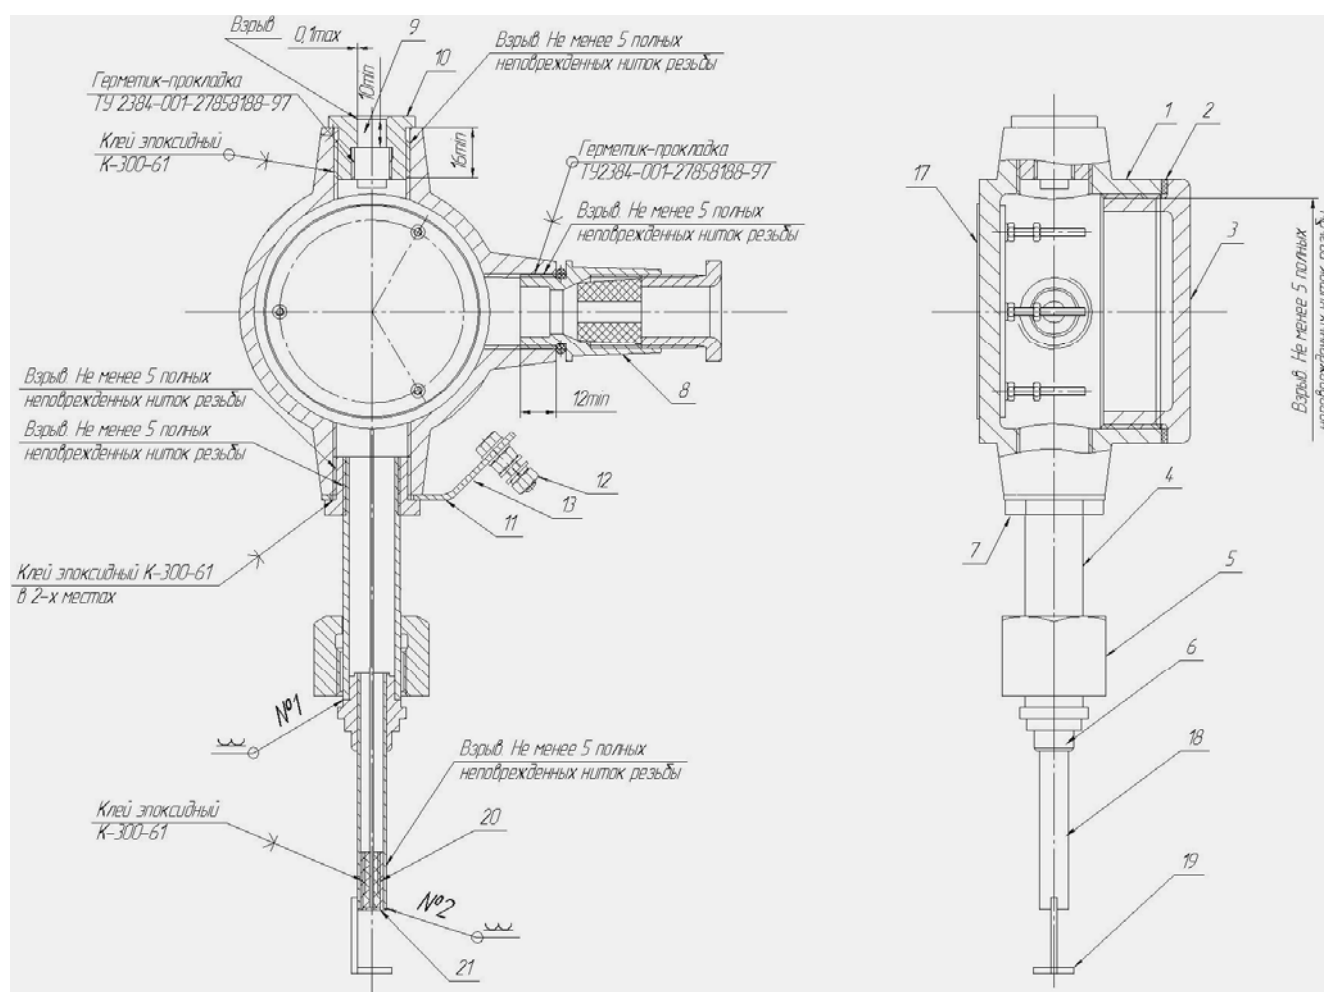
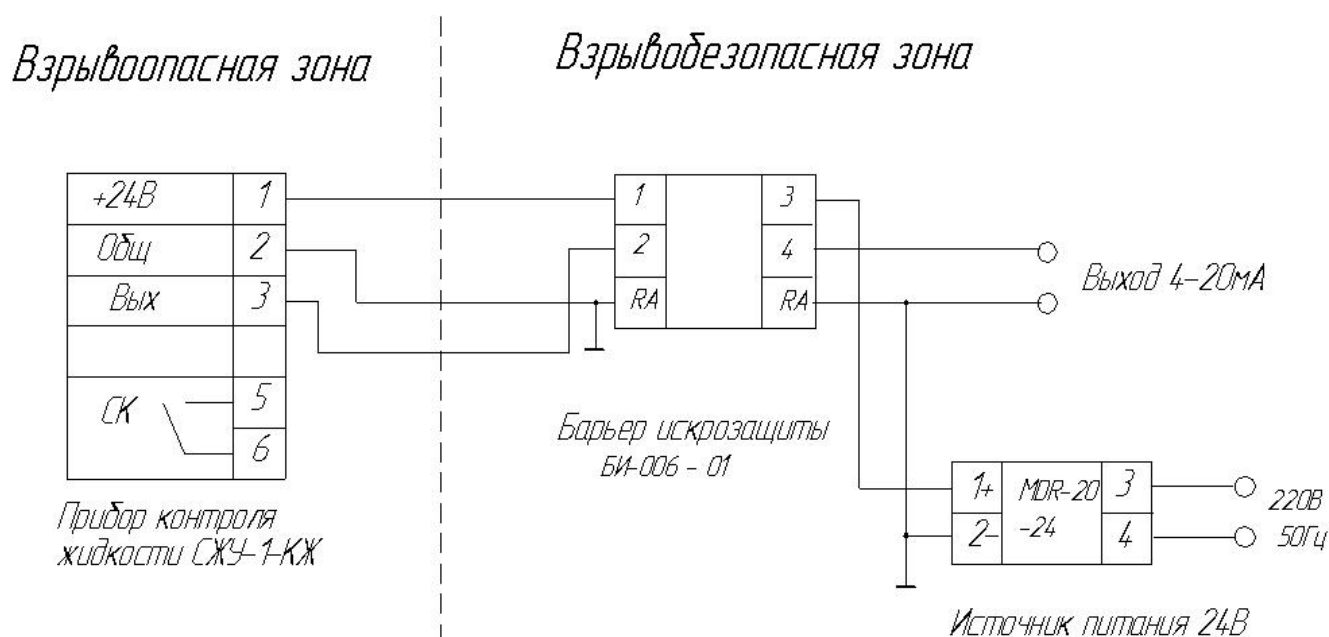

Рис.2. Средства взрывозащиты прибора СЖУ-1-КЖ
Рис.4 Схема подключения прибора
Перед монтажом проверить прибор, чтобы на поверхностях, обозначенных словом «Взрыв» (рис. 2), отсутствовали раковины, забоины, трещины и механические повреждения.
К внешней линии прибор присоединяется с помощью штуцера поз. 12, с сальниковым уплотнением (рис. 2). Для этого при помощи ключа снять крышку монтажного отсека с надписью «ОТКРЫВАТЬ, ОТКЛЮЧИВ ОТ СЕТИ». Осуществить подключение кабелем, указанным в таблице 2 или аналогичным, в соответствии со схемой рис.4 и таблицей 1 настоящего документа. Использовать ключ для завинчивания - отвинчивания крышек коробки взрывозащищенной КТА серии В(20) ТУ 3464-020-01403939-05.